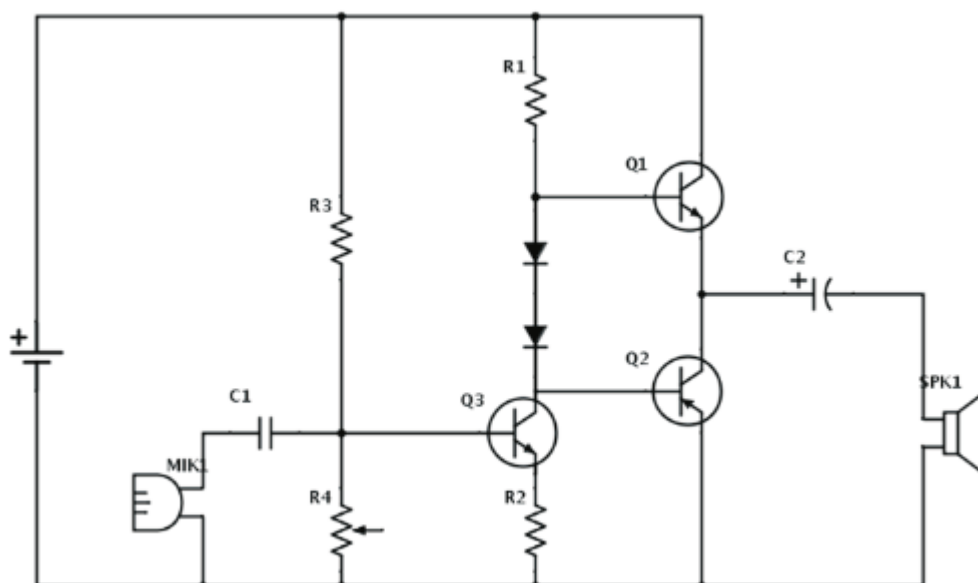

Figura 5-2
3. Desmonte el circuito y ahora monte el siguiente amplificador de audio de dos etapas como se ve en la Figura 5-2. Un micrófono, un condensador de 10 μF , una resistencia variable de 100 k Ω , una resistencia de 10 k Ω y un transistor de señal NPN conforman la etapa del conductor. El circuito push-pull es similar al estudiado en la Actividad 4. Consiste en un transistor de potencia NPN, un transistor de potencia PNP, un condensador de 500 μF conectado en serie al altavoz (note la polaridad del condensador), una resistencia de 2,2 k Ω , una resistencia de 100 Ω , dos diodos de silicio y una fuente de alimentación de CC. Utilice las dos regletas cortocircuito para conectar el emisor del transistor de potencia NPN al colector del transistor de potencia PNP.